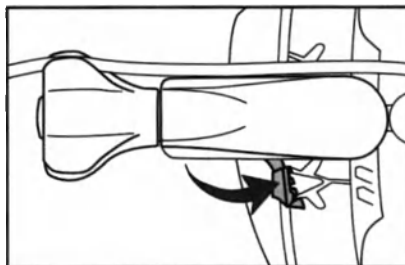

Figure 4a : Levier de verrouillage en position « DÉVERROUILLÉ »
4. Pour sécuriser le positionneur ACROBAT-i sur le rétracteur, verrouiller la monture en poussant le levier de verrouillage vers le corps de la monture jusqu'à la position « VERROUILLÉ ». S'assurer que le positionneur ACROBAT-i est solidement fixé au rétracteur une fois que la monture est en place et verrouillée. Se référer aux figures 4a et 4b pour les positions verrouillées et déverrouillées.